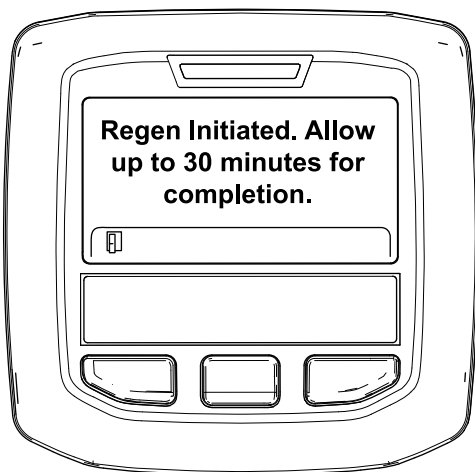

Figura 52
- Se a regeneração for permitida, surge a mensagem "Regen Initiated. Allow up to 30 minutes for completion" (Regen. iniciada. Aguarde 30 minutos até ser concluída) no InfoCenter; aguarde até que a máquina conclua o processo de regeneração em estacionamento (Figura 52).